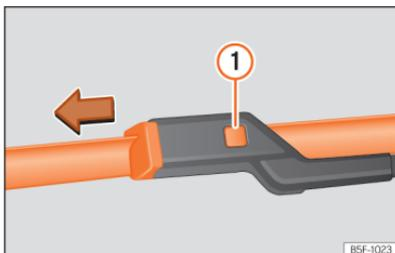

Fig. 193 Substituição das escovas do limpa para-brisas.
- Mantenha pressionado o botão de desbloqueio » » » **Fig. 193**  puxando ligeiramente pela escova no sentido da seta.